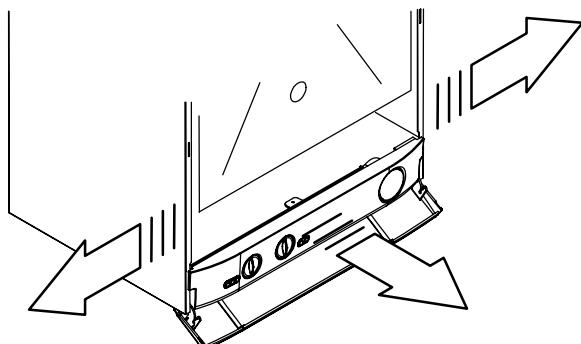

Fig. 5-12
- 11 Move the lower part of the side panels as indicated in Fig. 5-12 and pull the control panel. When completely pulled out, the panel can rotate 45° downwards to facilitate the operations on the internal parts.
- 3 Сдвиньте нижнюю часть боковой панели как указано на рис. 5.12 и извлеките панель управления. После того, как Вы ее полностью извлекли, панель можно повернуть на 45 гр. по направлению вниз, чтобы обеспечить свободный доступ к внутренним частям.